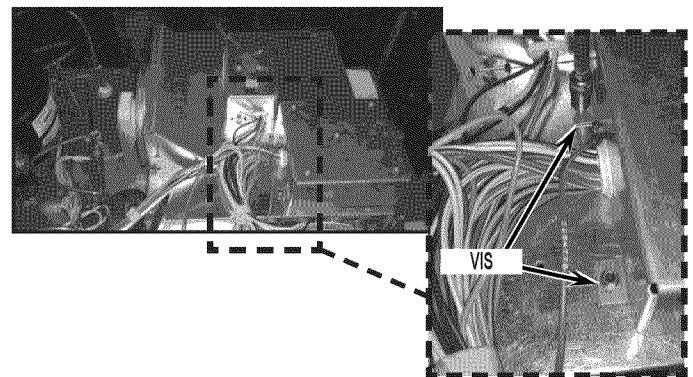

FIGURE 4
6. Retirer les 2 vis fixant l'ancien module HT au couvercle du condenseur et mettre les vis de côté. Voir *Figure 4*.